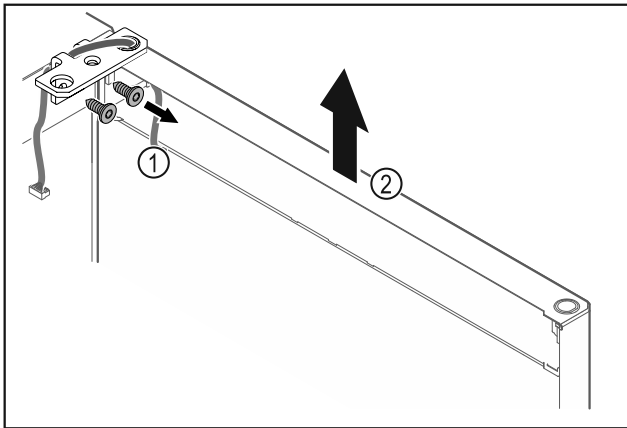

Fig. 23
- Desatornillar la escuadra de bisagra Fig. 23 (1).
- Levantar la puerta junto con la escuadra de bisagra Fig. 23 (2) aproximadamente 200 mm recta hacia arriba y retirar.